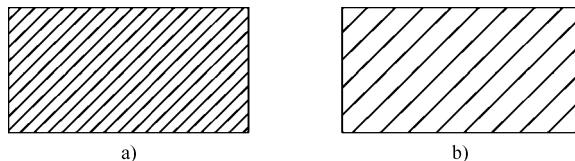

图8-7 填充图案“比例”设置示例
- “图案填充比例”文本框：用于指定填充图案的比例参数。默认设置为“1”，可以根据需要进行放大或缩小。如图8-7所示为金属剖面线的“比例”设置示例。